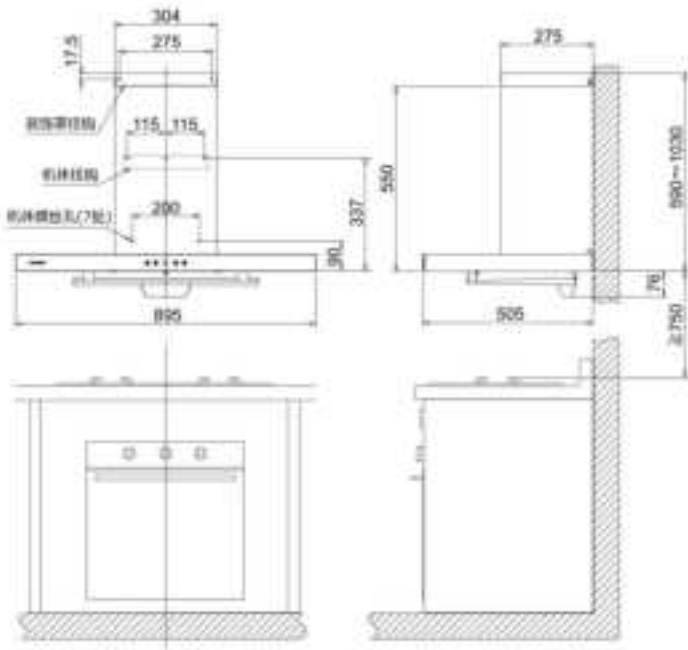

图1
2. 吸油烟机应安装在距离炉具出火位或电磁炉炉面75 厘米高度的位置，以获得最佳使用效果，详见图1。